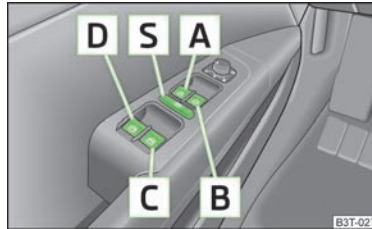

Abb. 25
- Werden auf den Rücksitzen Kinder befördert, wird empfohlen, die elektrischen Fensterheber der hinteren Türen außer Funktion zu setzen (Sicherheitsschalter) **S** » Abb. 25.
Durch Drücken des Sicherheitsschalters  » Abb. 25 können die Tasten der Fensterheber in den hinteren Türen außer Funktion gesetzt werden. Durch wiederholtes Drücken des Sicherheitsschalters  sind die Tasten der Fensterheber in den hinteren Türen wieder funktionsfähig.